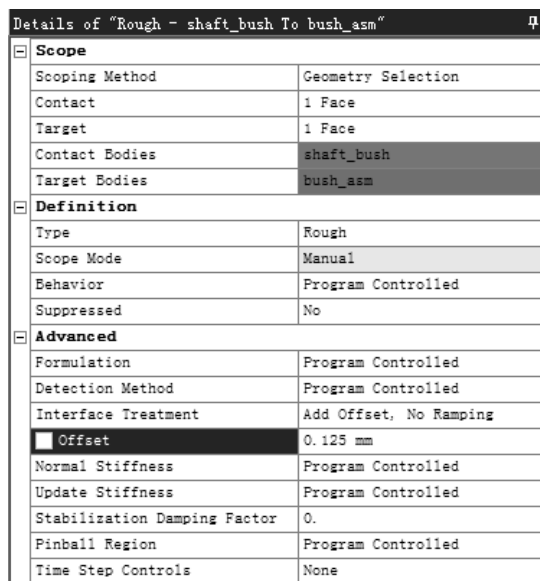

图 9.6.6 “定义接触参数”对话框
(1) 选择命令。在“Outline”窗口中选择  **Connections** 节点下的  **Contacts** 并右击，在弹出的快捷菜单中选择 **Insert**  **Manual Contact Region** 命令，弹出图 9.6.6 所示的“定义接触参数”对话框。